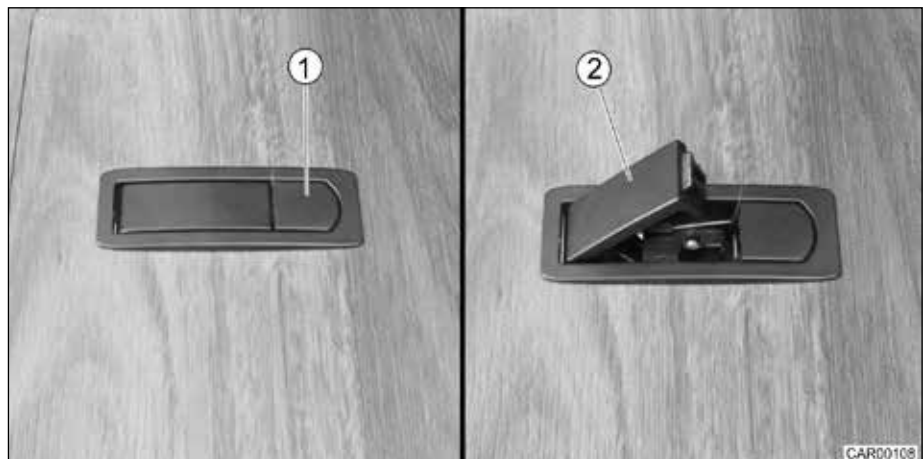

Fig. 82 Fermeture à levier du rangement profondément décaissé
1. Appuyer sur le bouton de déverrouillage (Fig. 82, pos. 1). Le levier à poignée (Fig. 82, pos. 2) s'ouvre.
1. Fermer la trappe et enfoncer le levier à poignée (Fig. 82, pos. 2) avec la main ou le pied jusqu'à ce qu'il encliquette.